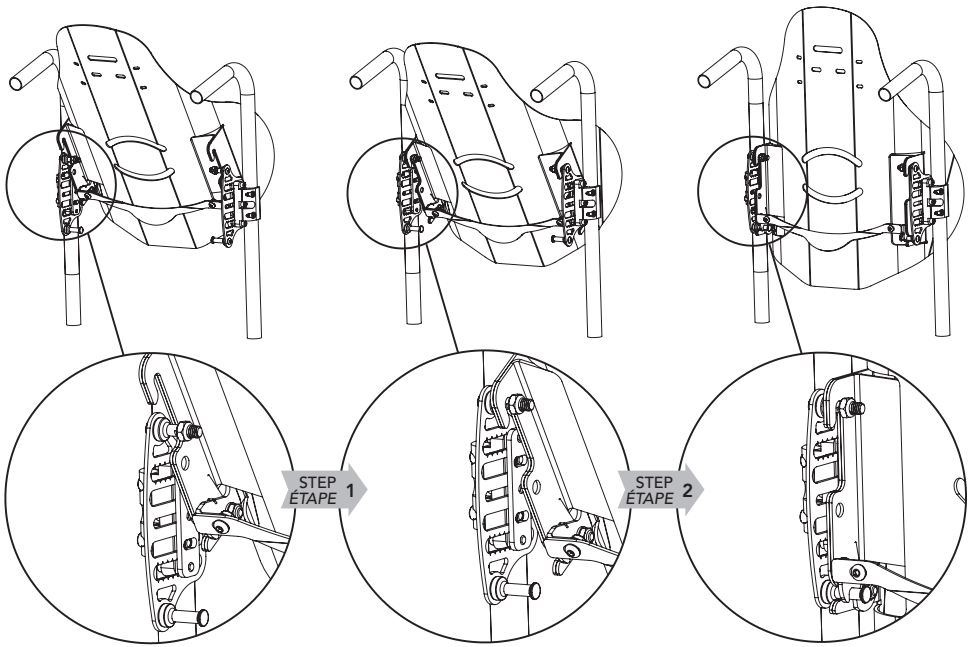

Fig. 5
6. All Xtend™ Backs can be infinitely adjusted from 16"/40.6cm to 20"/50.8cm or Xtend™ Low from 13"/33cm to 17"/43cm. Loosen the four cap screws with a 4mm Allen wrench on the rear of the backrest, set the backrest to the desired height and tighten the lock nuts into place. When the Xtend™ is in its lowest position, tuck the excess padding behind the seat cushion. See Fig. 5 below. *Tous les dos Xtend™ peuvent être réglés en continu de 16"/40,6 cm à 20"/50.8cm ou Xtend™ Low à partir 13"/33cm à 17"/43cm. Desserrez les quatre vis d'assemblage avec une clé Allen de 4 mm à l'arrière du dossier, réglez le dossier à la hauteur désirée et serrez les contre-écrous en place. Lorsque le Xtend™ arrière est dans sa position la plus basse, glissez l'excès de rembourrage derrière le coussin du siège. Voir la Fig. 5 ci-dessous.*